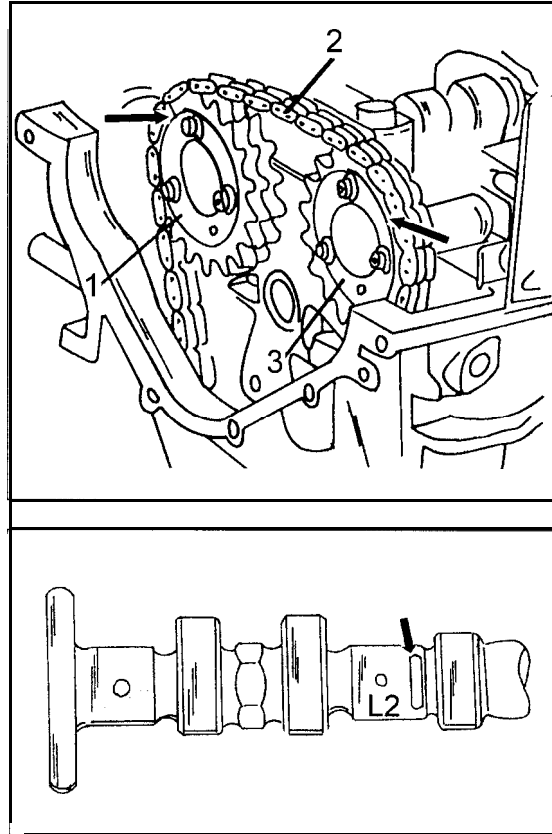

Bild 44
- Die beiden Kettenräder und die Steuerkette an gegenüberliegenden Stellen mit Farbe kennzeichnen, wie man es Bild 44 entnehmen kann. Die Farbe trocknen lassen, ehe man die Kette herunterhebt.